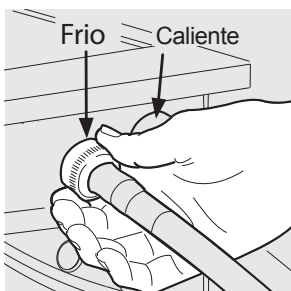

fig. 3
3. Conecte la manguera de entrada CALIENTE (color: rojo) a la conexión de entrada CALIENTE en la lavadora y la manguera de entrada FRÍA a la conexión de entrada FRÍA (color: azul) en la lavadora. (fig. 3).